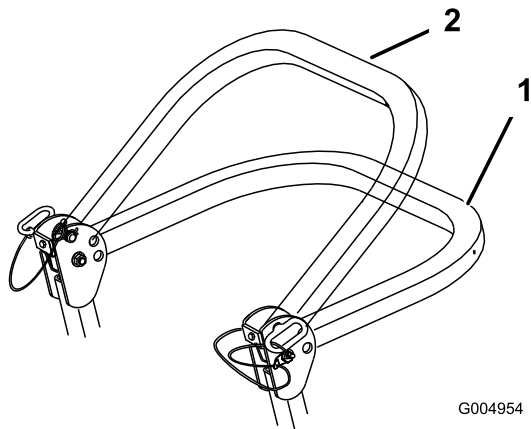

Figura 5
2. Coloque la barra antivuelco en la posición de bajada. Hay dos posiciones de bajada. Vea las posiciones en Figura 5.